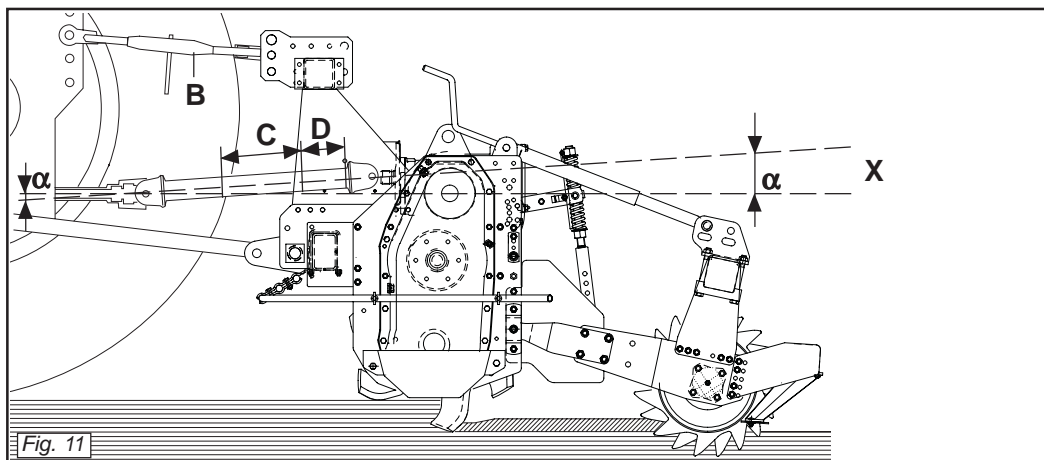
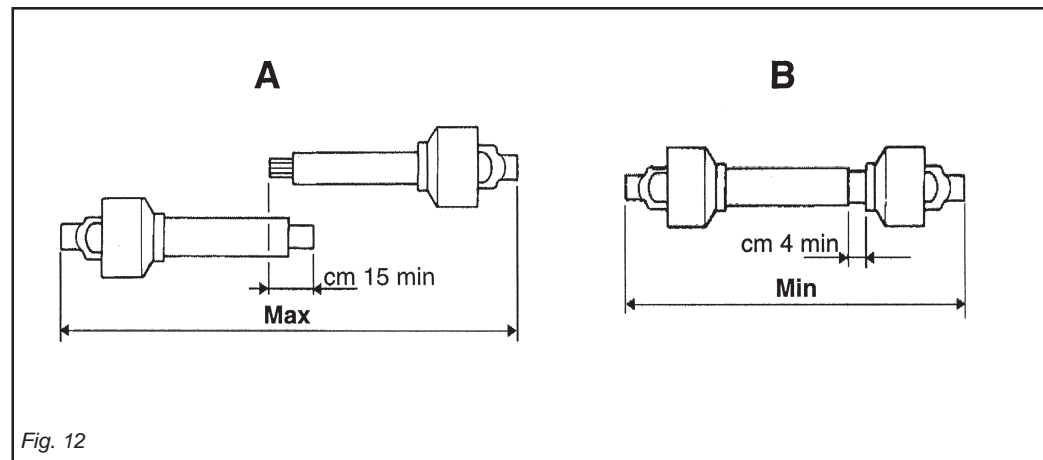

Fig. 11
Fig. 12
Um dies zu erhalten, die Länge der oberen Kupplungsstange (B Abb. 11) erhöhen oder verringern, bis die Achse (X Abb. 11) der Keilmutter des Gehäuses parallel zum Boden steht.
Pour obtenir cette condition augmenter ou diminuer la longueur de la barre supérieure de l'attelage (B Fig. 11) de manière à ce que l'axe (X Fig. 11) de la bague cannelé de la boîte soit parallèle au sol.
Para ello aumentar o disminuir la longitud de la barra superior del enganche (B Fig. 11) en modo de llevar el eje (X Fig. 11) de la tuerca ranurada de la caja paralela al terreno.
- I due angoli (α Fig. 11) formati dalle assi delle forcelle e l'asse dei tubi scorrevoli saranno uguali e non dovranno superare i 10°.
- La copertura (C Fig. 11) dei tubi scorrevoli deve essere di 15 cm minimo (Fig. 12).
- I due tubi dell'albero di trasmissione a cardano non si devono ricoprire completamente, una corsa di sicurezza (D Fig. 11) di 4 cm minimo deve sussistere.
- Gli angoli (α Fig. 11) dei cardani non devono essere superiori a 40° (Fig. 11).
- *The two angles (α Fig. 11) formed by the fork axes and the axis of the sliding tubes will be equal and must not exceed 10°.*
- *The sliding tubes (C Fig. 11) must overlap by at least 15 cm (Fig. 12).*
- *The two tubes of the driveline shaft must not fully overlap. There must always be a safety travel (D Fig. 11) of at least 4 cm.*
- *The angles (α Fig. 11) of the drivelines must not exceed 40° (Fig. 11).*
- Die beiden Winkel (α Abb. 11), die aus den Achsen der Gabeln und der Achse der Gleitrohre bestehen, müssen gleich groß sein und dürfen auf keinen Fall größer als 10° sein.
- Die Überdeckung (C Abb. 11) der Gleitrohre muss mindestens 15 cm ausmachen (Abb. 12).
- Die beiden Rohre der Gelenkwelle dürfen sich nicht ganz überdecken. Es muss noch einen Sicherheitshub (D Abb. 11) von mindestens 4 cm geben.
- Die Winkel (α Abb. 11) der Gelenkwellen dürfen nicht größer als 40° sein (Abb. 11).
- *Les deux angles (α Fig. 11) formés par les axes des fourches et l'axe des tubes coulissants doivent être identiques et ne doivent pas dépasser 10°.*
- *La couverture (C Fig. 11) des tubes coulissants doit être au minimum de 15 mm (Fig. 12).*
- *Les deux tubes de l'arbre de transmission à cardans ne doivent pas se recouvrir complètement, il doit rester une course de sécurité (D Fig. 11) de 4 cm au minimum.*
- *Les angles (α Fig. 11) des cardans ne doivent pas être supérieurs à 40° (Fig. 11).*
- Los dos ángulos (α Fig. 11) formados por los ejes de las horquillas y el eje de los tubos corredizos serán iguales y deberán superar los 10°.
- La cobertura (C Fig. 11) de los tubos corredizos debe ser como mínimo de 15 cm (Fig. 12).
- Los dos tubos del árbol de transmisión de cardán no se deben cubrir completamente, debe quedar una carrera de seguridad (D Fig. 11) de 4 cm como mínimo.
- Los ángulos (α Fig. 11) de los cardanes no deben ser superiores a 40° (Fig. 11).
Quando esso è inserito al massimo, il gioco minimo consentito deve essere di 4 cm. (Fig. 12).
When fully inserted, the minimum play must be 4 cm. (Fig. 12).
Wenn die beiden Teile ganz zusammengeschoben sind, muß das kleinstmögliche Spiel 4 cm ausmachen. (Abb. 12).
Quand il est entièrement rentré, le jeu minimum admissible doit être de 4 cm. (Fig. 12).
Cuando está insertado al máximo, el juego mínimo permitido debe ser de 4 cm. (Fig. 12).